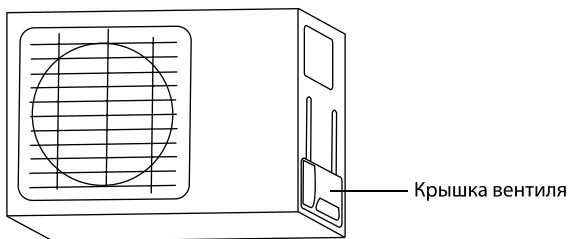

Рис. 5.9
1. Отверните крышку вентиля, расположенную сбоку наружного блока (см. рис. 5.9).